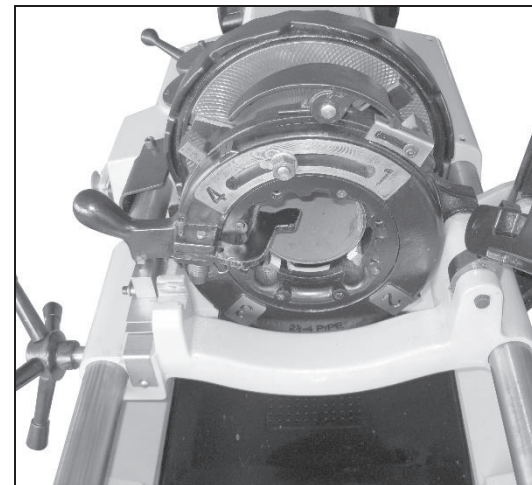

Fig. 7
10. După finalizarea tăierii filetelor, mecanismul reversibil deschide automat fălciile. (Vezi Fig. 7)